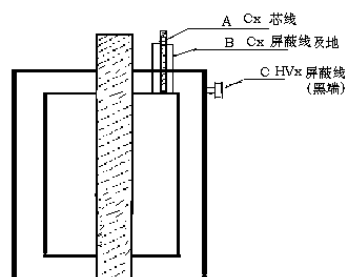

图 15 介损油杯接法
B. 引线见图 15
D. (C) 接 HVx 屏蔽线 (黑端)
E. (A) 接 Cx 芯线
F. (B) 接 Cx 屏蔽线及地